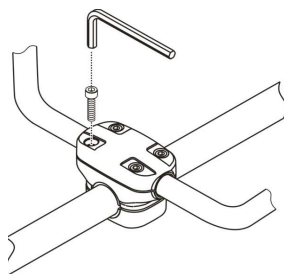

Fig.2A
- Insérez uniformément la manille gauche et droite. Fig. 2A